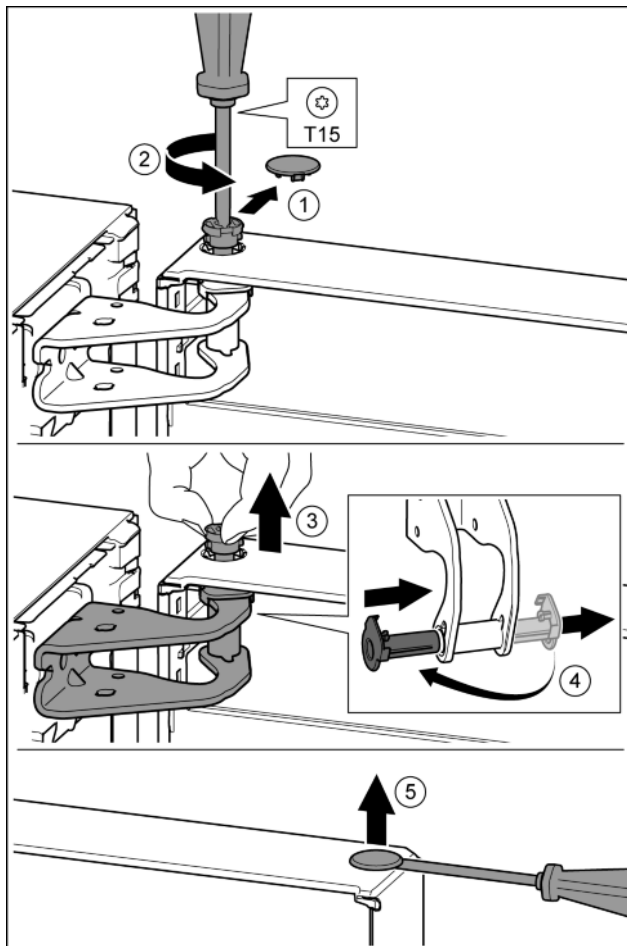

Fig. 12
- ▶ Ostrożnie zdjąć osłonę zabezpieczającą. Fig. 12 (1)
- ▶ Sworzeń wykręcić nieco przy pomocy śrubokręta T15. Fig. 12 (2)
- ▶ Przytrzymać drzwi i wyjąć sworzeń palcami. Fig. 12 (3)
- ▶ Tuleję łożyskową wyjąć z prowadnicy. Założyć z drugiej strony i zazębić. Fig. 12 (4)
- ▶ Zatyczkę ostrożnie podważyć przy pomocy śrubokręta i wyjąć z tulei łożyskowej drzwi. Fig. 12 (5)